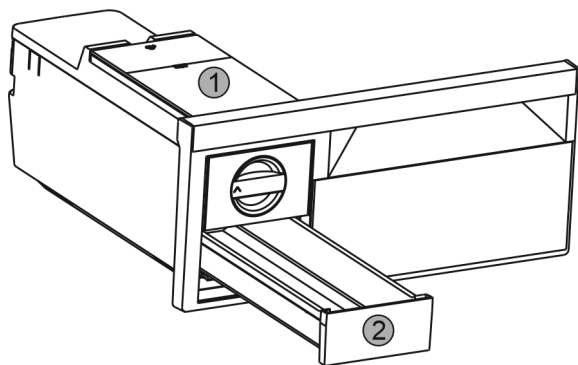

Fig. 36
- ▶ Извадете резервоара за вода Fig. 36 (1) и чекмеджето за ледени кубчета Fig. 36 (2).